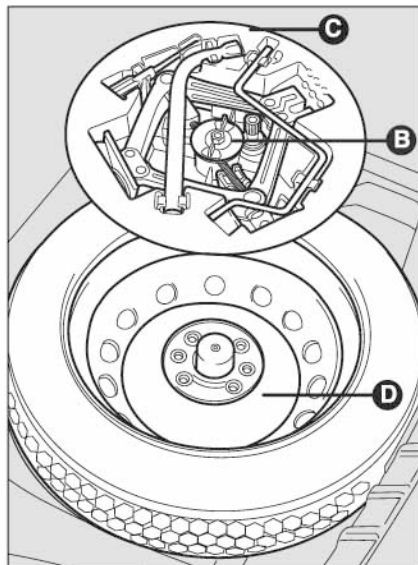

Рис. 3
- освободите фиксатор **B** (рис. 3);
- уложите в нишу багажного отсека малое запасное колесо **D (рис. 3)**;